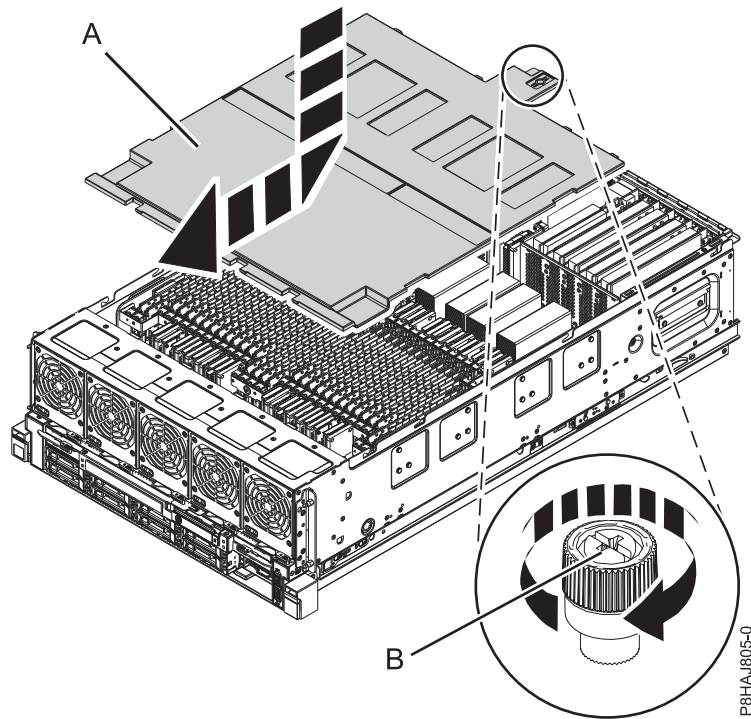

図 41. 安全カバーの再取り付け
3. つまみねじ **(B)** を、63 ページの図 41 に示されている方向に回転させて締めて、安全カバーをシャーシに固定します。